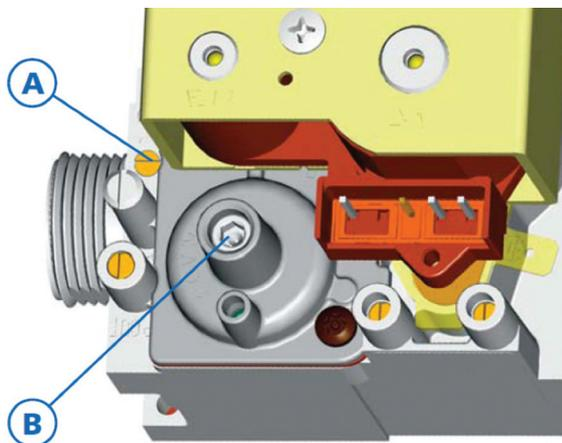

Fig. 1
- Qualora questo valore non corrisponda a quello corretto riportato nella tabella, è necessario regolare la vite **[A]** (Fig. 1) per ottenere il valore indicato.
Se questo valore non corrisponde a quello corretto, è necessario regolare la vite a brugola **[B]** (Fig. 1) per ottenere il valore indicato.